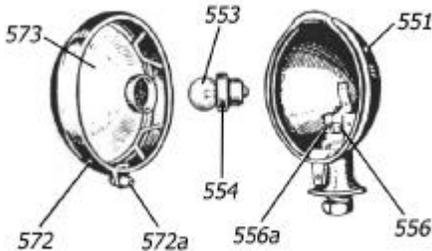

Bild 16. Seitenlaterne L75, geöffnet
a) Seitenlaterne L75 (Bild 16)